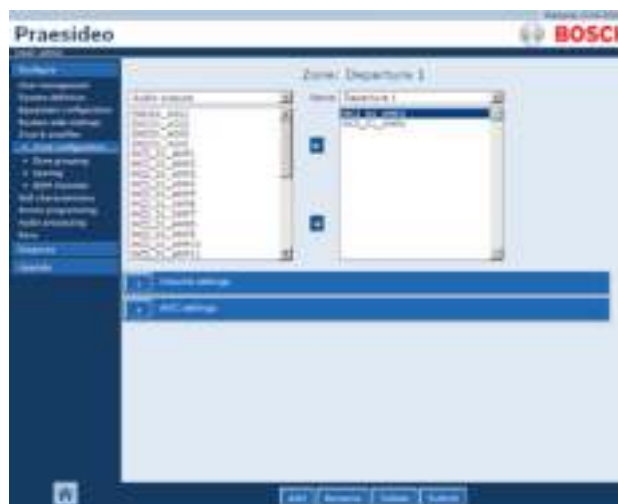

рисунок 46.7: Удаление зоны, шаг 1
- 1 Перейдите *Configure > Zone & amplifier > Zone configuration*. Отобразится экран, подобный экрану, изображенному на рисунок 46.7.